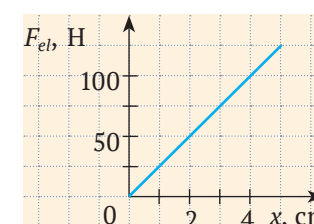

Fig. 4
7. După graficul dependenței forței elastice (F_{el}) de alungirea resortului (x) determinați rigiditatea resortului (k) (fig. 4). Depinde oare rigiditatea resortului de forța elastică? de alungire?